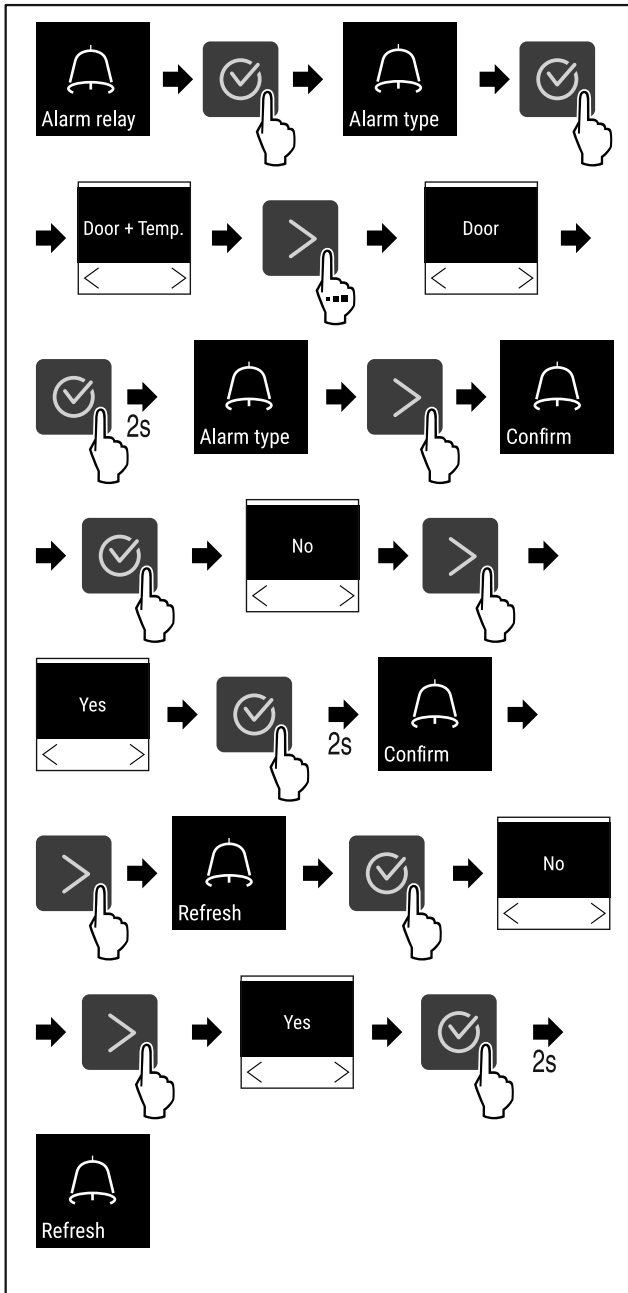

Fig. 110
- ▶ Genomför handlingsstegen (se Fig. 110).